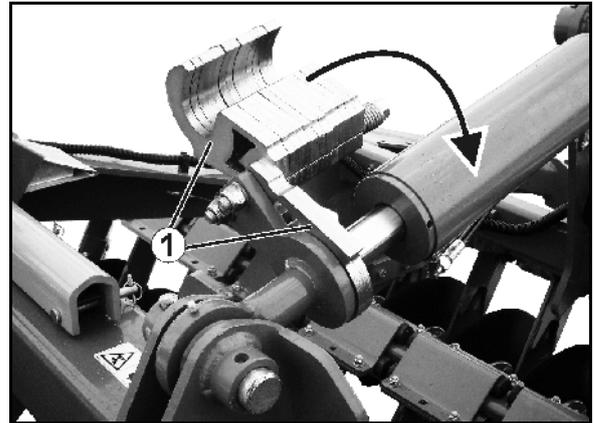

Fig. 36
Ajuste mecánico de la profundidad de trabajo modificando el número de elementos distanciadores (Fig. 36/1) en el vástago del émbolo.
Ajuste hidráulico de la profundidad de trabajo con ayuda de la escala (Fig. 36/1).
- Ajustar el indicador (Fig. 36/2) en dirección 0.
- Ajustar el indicador (Fig. 36/2) en dirección 12.